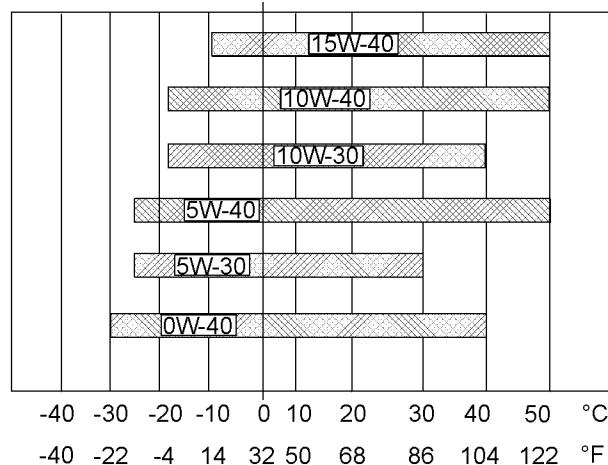

图 33
请参阅图 33 (最低温度) 以确定发动机冷起动时所需要的机油粘度。
请参阅图 33 (最高温度) 以选择发动机在预期的最高环境温度下运行时所需要的机油粘度。
- 请参阅适用的“机油粘度”。为找到适合您的发动机的机油粘度等级，请参阅图 33。